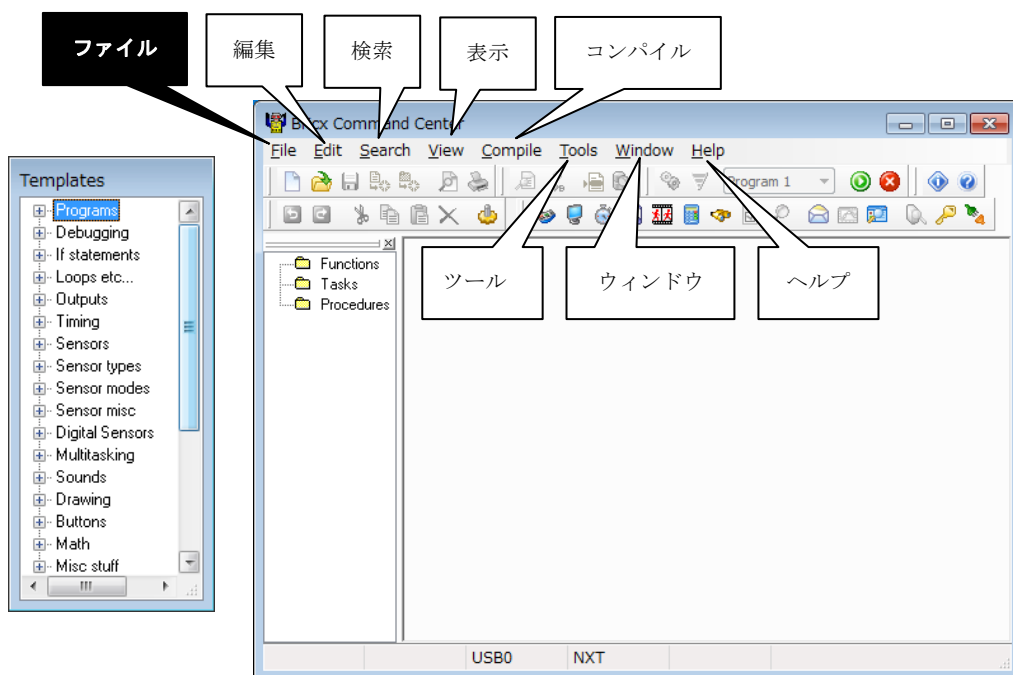

図1-5 BricxCCの基本画面
- ⑤ プログラムを打ち込む準備をします。④の操作で図1-5のような2つの画面が出てきます。左側の画面は、この段階では使用しないので触れないようにしましょう。メニューバーにある「File(ファイル)」をクリックし、図1-6のように出てきたら「New(新規)」をクリックします。図1-7に示す画面が表示されてプログラムを入力する環境が整います。この状態では、まだプログラムに名前が付いていないので untitled1 となっています。